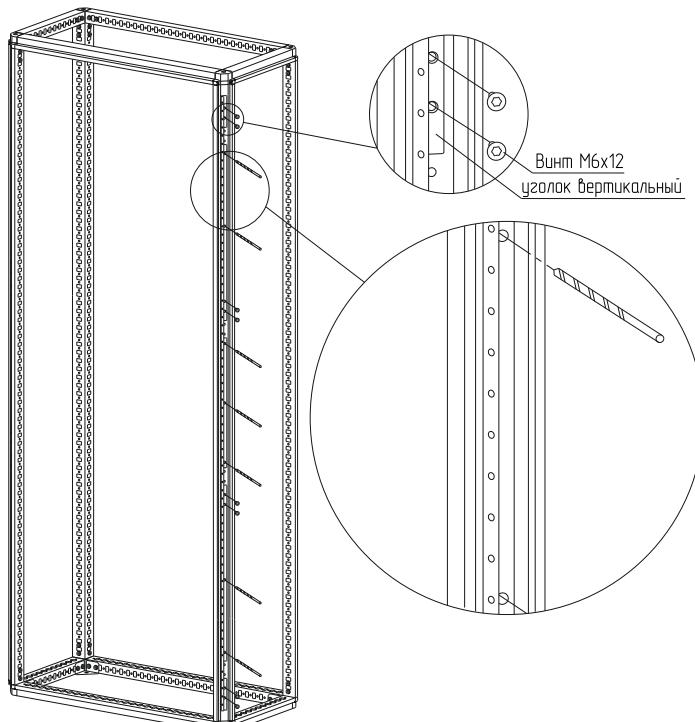

Рисунок 50
4.26.2 Закрепите уголок вертикальный с той стороны, в которую будут открываться двери винтами M6x12 (рисунок 50), момент затяжки – 7 Н·м и просверлите 7 дополнительных отверстий в несущей стойке сверлом диаметром 5,4 мм.